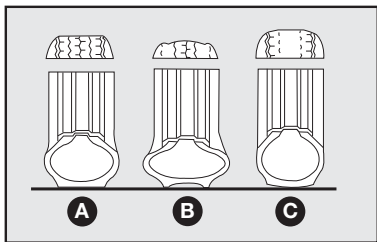

fig. 25
**Uma pressão errada provoca um desgaste anormal dos pneus fig. 25.**